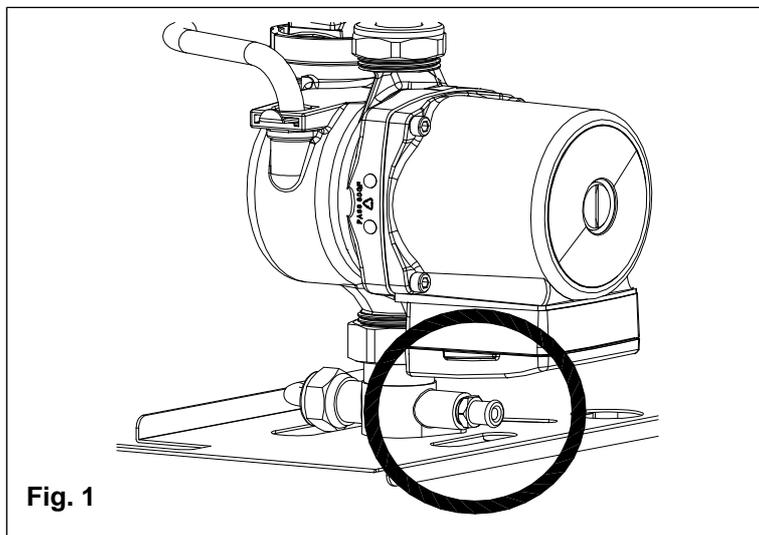

Fig. 1
- Ouvrir le robinet de vidange de l'installation (Fig. 1).